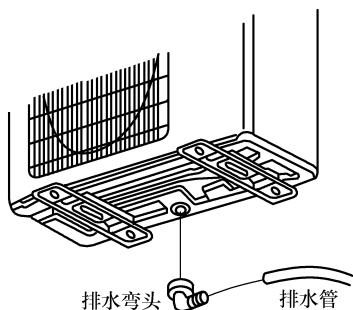

图 5-17 排水弯头安装
3) 将减震胶垫套在室外机底角上，将排水弯头和排水软管装在室外机底部。排水弯头安装如图 5-17 所示。
(5) 室内、外机线路连接。